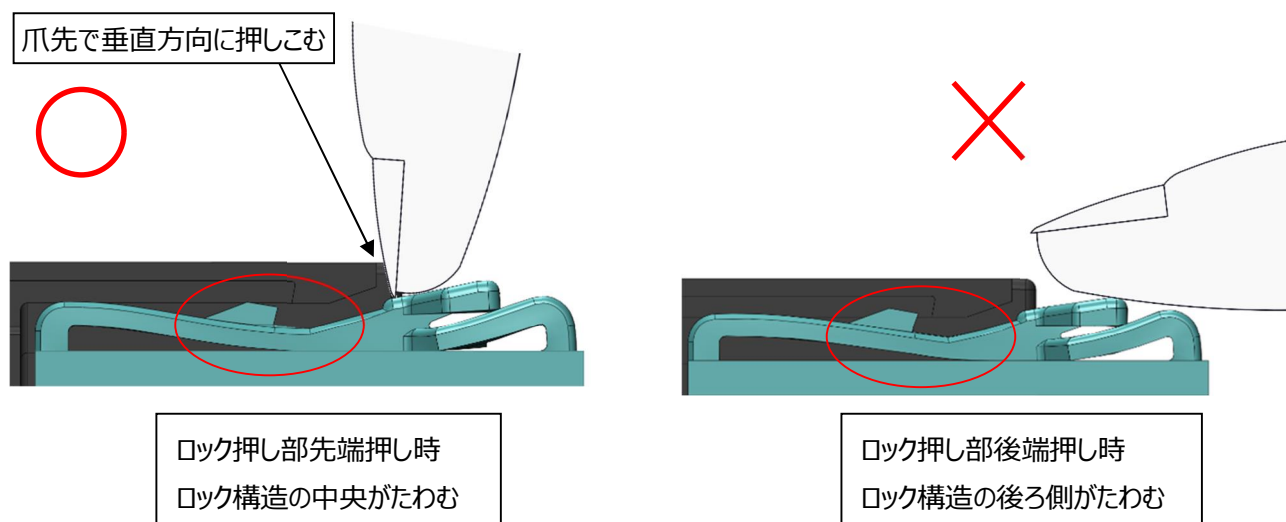

図 51.ロック部構造
- ①ロック押し部を完全に押し下げない状態でメスコネクタを引き抜かないで下さい。コネクタが破損・変形の恐れがあります。
- ②メスコネクタを引き抜くときは、電線を引っ張らず、メスコネクタを持つようにしてください。
- ③コネクタが破損・変形した場合は、使用せず新品と交換して下さい。
- ④ロック押し部の後ろだけを押した場合、ロックが解除されない恐れがありますので、注意ください。(図 51 参照)